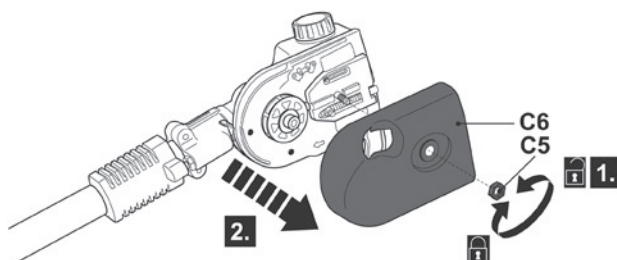

Fig. 12
- > Desaperte a porca de retenção (C5) e remova-a juntamente com a cobertura (C6) (Fig. 12).